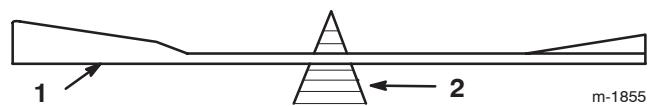

Bild 37
2. Überprüfen Sie die Auswuchtung jedes Messers auf einer Ausgleichsmaschine (Bild 37). Wenn das Schnittmesser in seiner horizontalen Position bleibt, ist es ausgewuchtet und kann wieder verwendet werden. Feilen Sie, wenn das Schnittmesser nicht ausgewuchtet ist, an der Rückseite des Messers etwas Metall ab. Wiederholen Sie diesen Vorgang, bis das Messer ausgewuchtet ist.